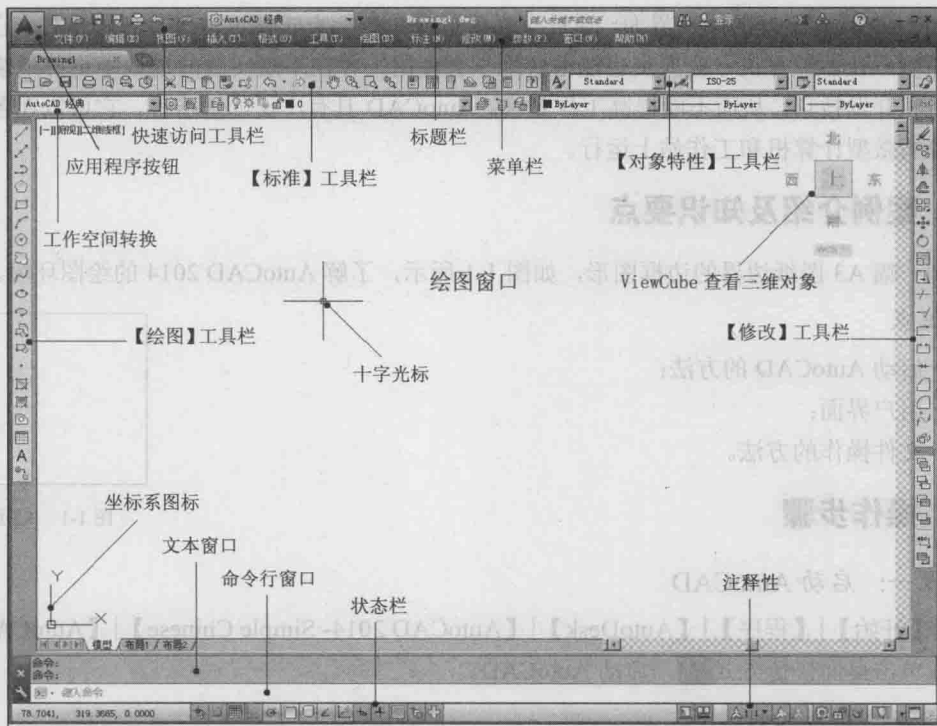

图 1-3 AutoCAD 2014 经典界面
(2) 系统会自动打开绘图界面, 默认的界面布置如图 1-3 所示。